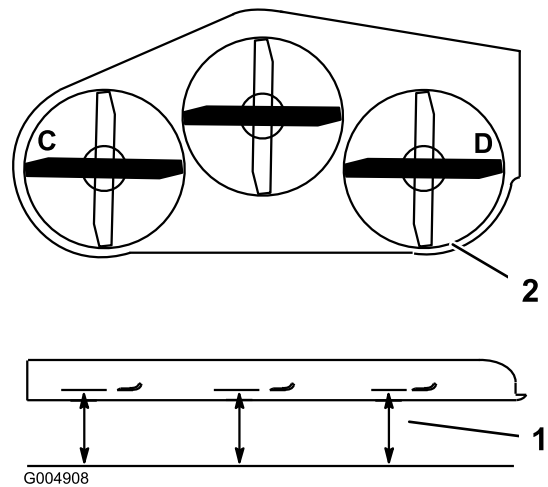

Figura 73
3. Mida en las posiciones C y D desde una superficie nivelada hasta el filo de corte de los extremos de la cuchilla (Figura 73).